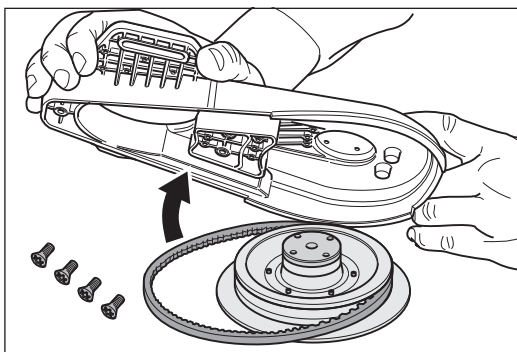

Fig. 35 Quitar el Brazo adicional del soporte del plato de lijado.
- 9 Saque el Brazo adicional del soporte del plato de lijado (Fig. 35).